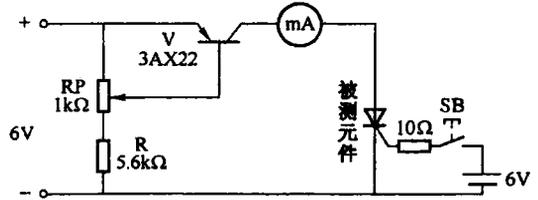

图 1-6 维持电流 I_H 的测试
(4) 晶闸管维持电流 I_H 的测试。试验接线如图 1-6 所示。测试时,按下按钮 SB,使晶闸管触发导通,然后调节电位器 RP,使通过晶闸管的正向电流逐渐减小,直至正向电流突然降至零,记下降至零前一瞬间的电流值,即为维持电流 I_H 。